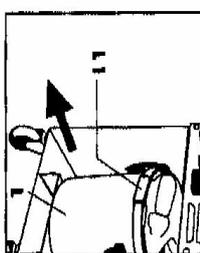

Abb. 7
- Den Schmutzwasserbehälter [I] am Griff [I1] lösen und herausnehmen (Abb. 7);